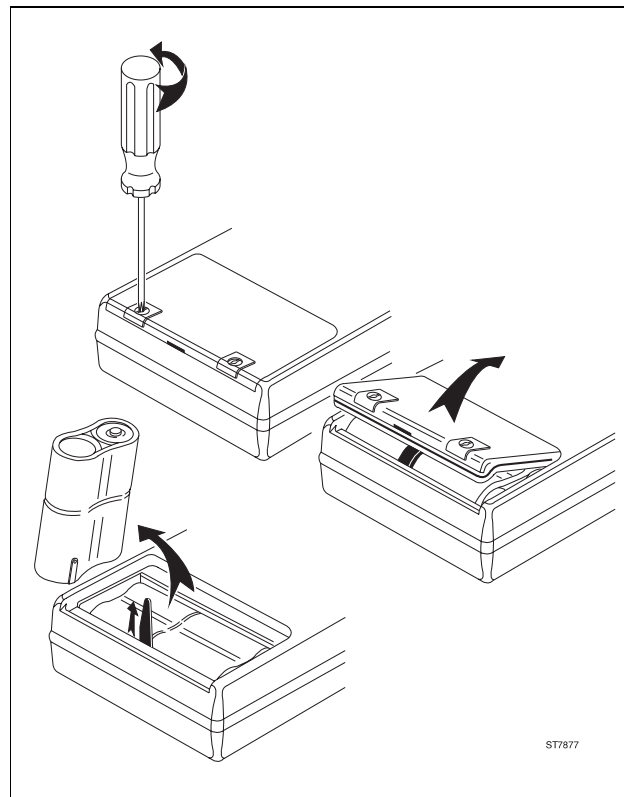

Abbildung 9-1 Auswechseln der Batterien
6. Legen Sie einen neuen NiCd-Akkusatz (PM9086) bzw. neue Alkali-Batterien (Babyzellen, Typ KR27/50 oder R14) ein, siehe Abbildung 9-1.
Achten Sie darauf, daß der Ladekontakt des NiCd-Akkusatzes im Batteriefach so ausgerichtet ist, wie dies in Abbildung 9-1 dargestellt wird. Benutzen Sie ausschließlich den NiCd-Akkusatz PM9086.